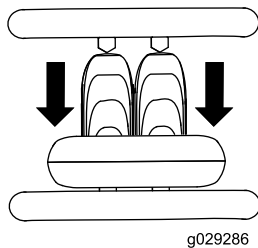

Bild 8
- Bewegen Sie den Fahrerstriebshebel nach hinten, um rückwärts zu fahren (**Bild 8**).